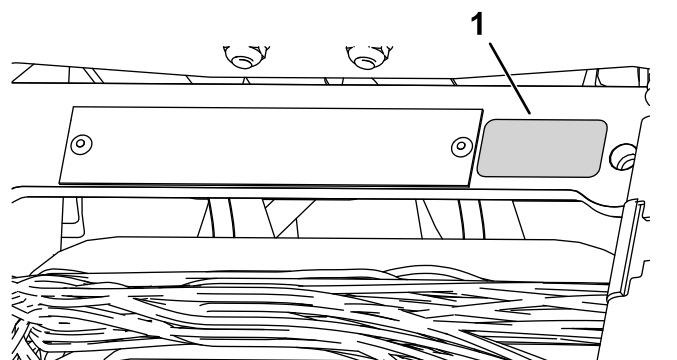

Figura 15
- Coloque o autocolante do ano de fabrico junto da placa do número de série (Figura 15).